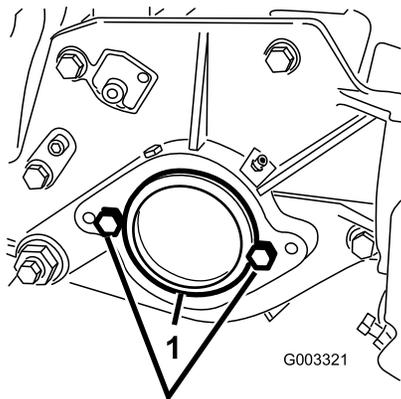

Figura 7
2. En el extremo derecho de la unidad de corte, retire el tapón de plástico del alojamiento del cojinete (Figura 7).
3. Retire los 2 tornillos de cabeza hexagonal de la chapa lateral derecha (Figura 7).
2. Tornillo de cabeza hexagonal (2)
5. Instale provisionalmente los 2 tornillos de cabeza hexagonal de montaje del motor del molinete a la chapa lateral izquierda de la unidad de corte (Figura 7).